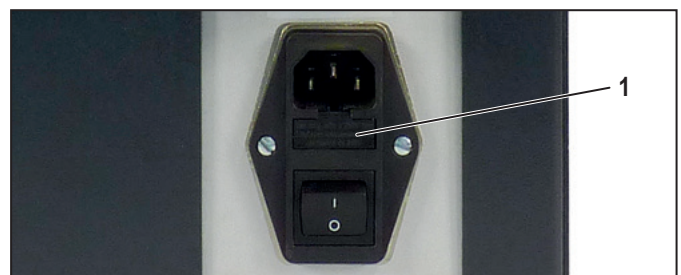

Afbeelding 8.2 Bladuitlijning
- ▶ **L en LS:** monteer ieder bladpaar zo, dat de vellingkanten naar buiten wijzen (rood gemarkeerd in afbeelding 8.2). Plaats beide bladparen in de houder.